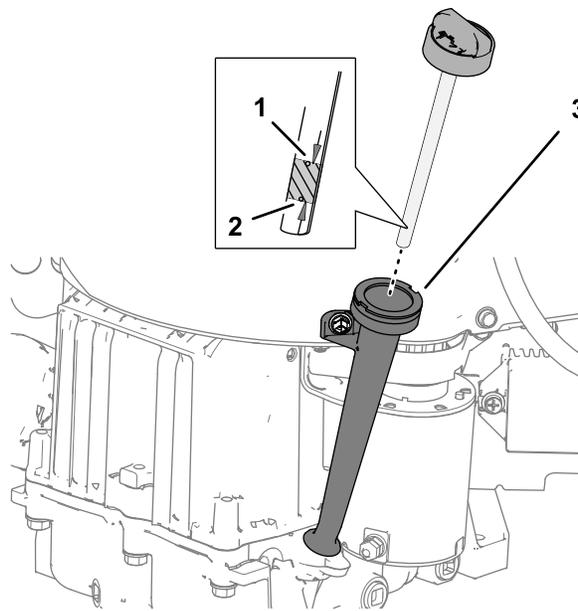

Figure 78
Remarque: Le niveau d'huile moteur doit recouvrir la zone hachurée sur la jauge (Figure 78).
5. Si le niveau est trop bas, faites l'appoint d'huile spécifiée dans le moteur jusqu'à ce que le niveau se situe entre les zones hachurées sur la jauge (Figure 78).
6. Insérez la jauge dans le goulot de remplissage et vissez-la à la main (Figure 78).